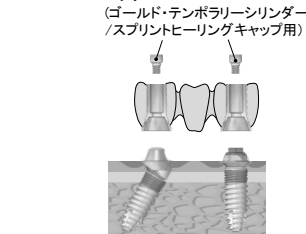

図5
- (3) 咬合力が加わらないデザインとなるように注意して模型上でプロビジョナルクラウンを作製する(図5)。